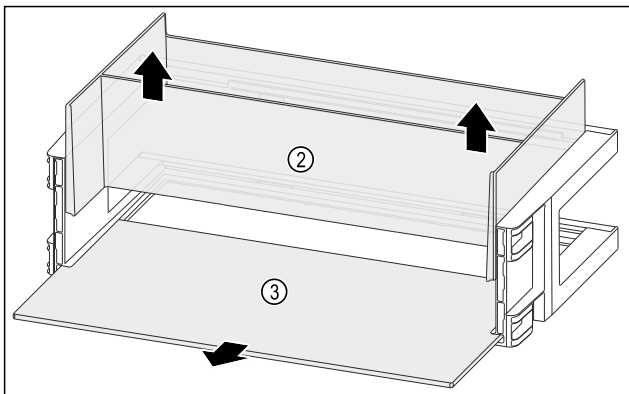

Fig. 116
- ▶ Organizer Fig. 116 (2) nach oben entnehmen.
- ▶ Ablagefläche Fig. 116 (3) entnehmen.